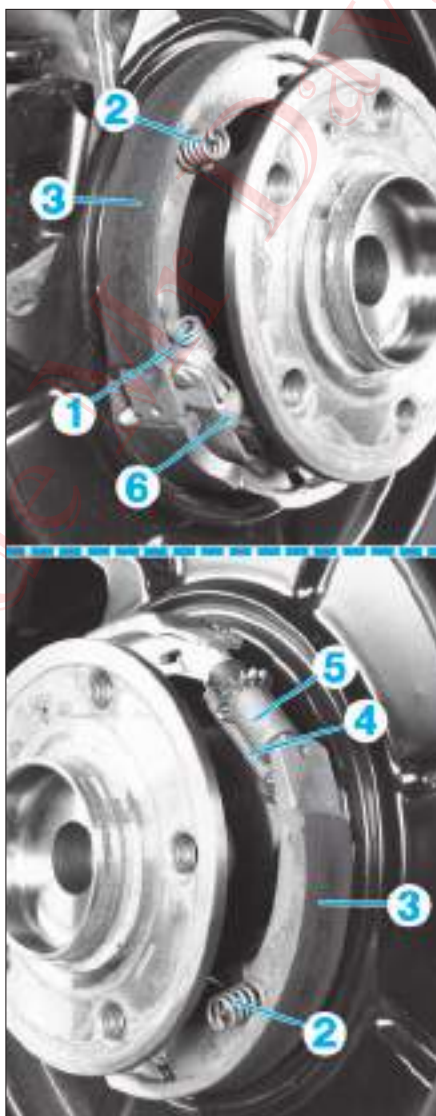

FIG. 28
- Décrocher (Fig.28) :
- le ressort de rappel inférieur (1),
- les ressorts (2).